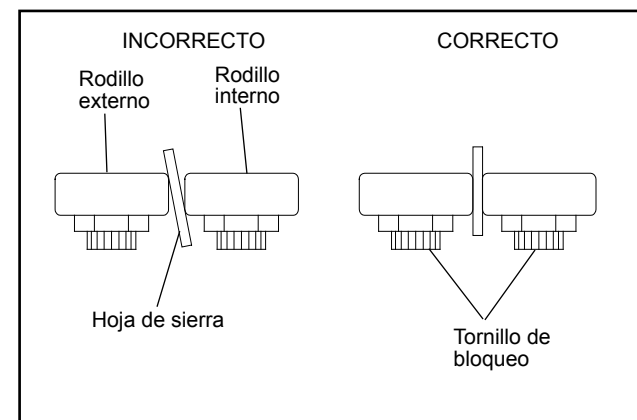

Figura 15: Orientación hoja-rodamiento
4. Gire la bocina para posicionar el rodamiento. Fije la separación en 0.001 pulgadas aproximadamente. La hoja debe estar en posición vertical entre los rodamientos (vea la Figura 15).